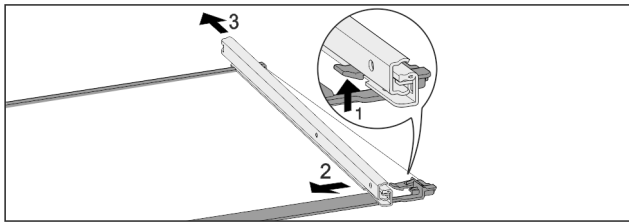

Fig. 44 Glasplaat met rails
- ▶ Voorste vergrendelhaak naar boven duwen. Fig. 44 (1)
- ▶ Uitschuifrail naar de zijkant Fig. 44 (2) en naar achteren Fig. 44 (3) wegschuiven.